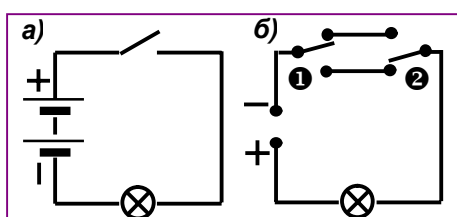

Рис. 61. Простейшие электрические схемы.
Две простейшие схемы изображены на *рис. 61*.
5. На рис. 61,а изображена схема цепи простейшего карманного фонарика. Сравните её с рисунком в начале этого параграфа. Назовите части этой цепи.
6. На рис. 61, б дана схема соединения лампы и двух переключателей. Рассмотрите схему и подумайте, где можно применить такую проводку.